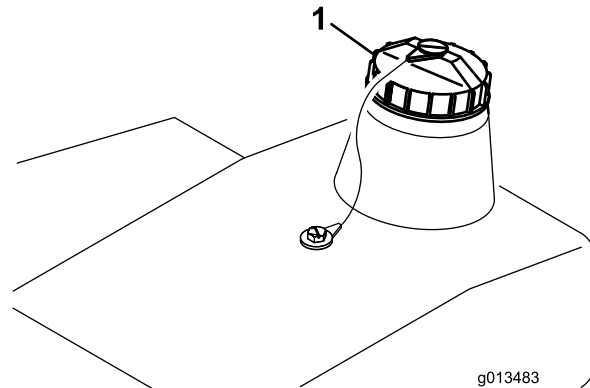

Figura 12
1. Limpie la zona alrededor del tapón del depósito de aceite hidráulico para evitar que entre suciedad en el depósito (Figura 12).